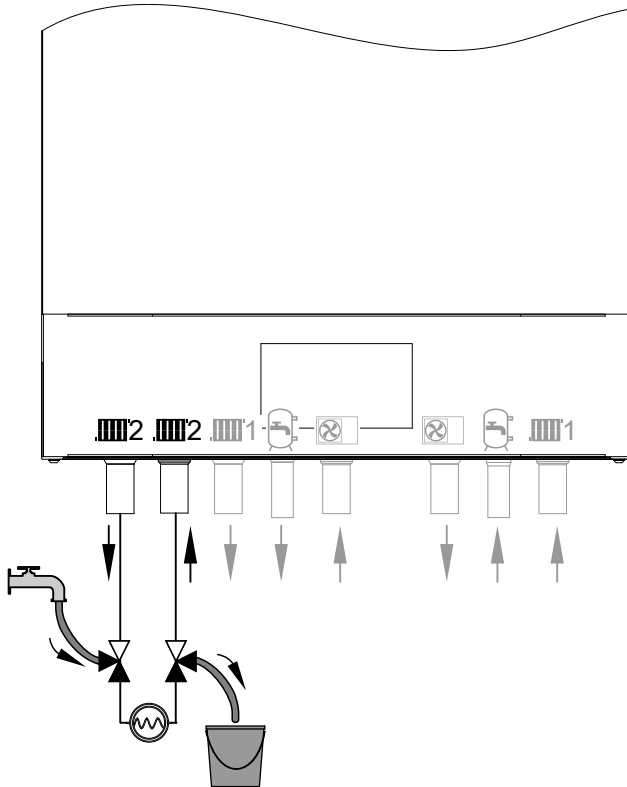

Abb. 82
4. 3-Wege-Kugelhähne im Vor- und Rücklauf Heiz-/Kühlkreis 2 gemäß Abb. 82 öffnen. Heizwasser über den Befüllschlauch einströmen lassen.